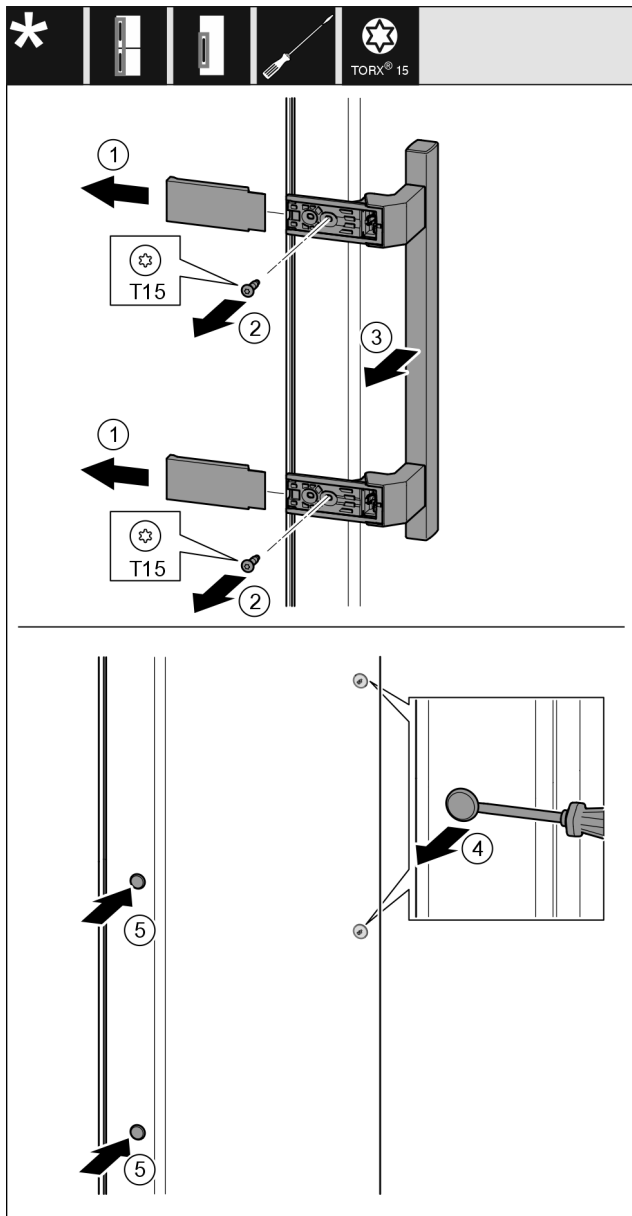

Fig. 25
- ▶ Abdeckung Fig. 25 (1) abziehen.
- ▶ Schrauben Fig. 25 (2) mit Schraubendreher herausdrehen.
- ▶ Griff Fig. 25 (3) abnehmen.
- ▶ Seitlichen Stopfen Fig. 25 (4) vorsichtig mit einem Schlitzschraubendreher anheben und herausziehen.
- ▶ Stopfen Fig. 25 (5) auf der anderen Seite wieder einsetzen.